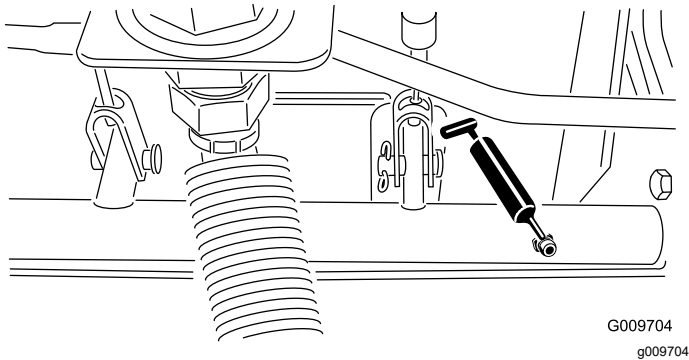

Figura 81
- Cojinetes de pivote de eje de freno (5) tal y como se muestra en la Figura 81